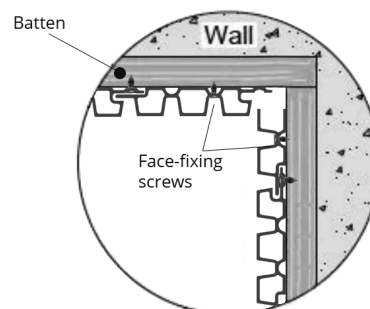

FIG. 12 – CORTE DESPUÉS DEL PRIMER HUECO ENTRE LAMAS
- 05 Si queda menos de una tabla completa, corte la tabla en cualquier punto después del primer hueco entre lamas (desde el lado de la lengüeta) para que haya espacio para colocar el tornillo (fig. 12).